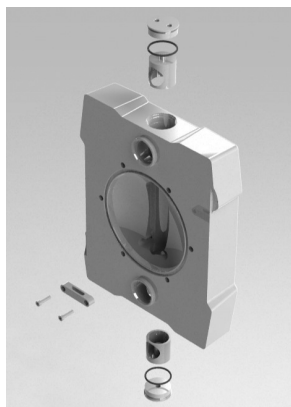

Abbildung 21
Setzen Sie die Ventilkugel (11) bzw. das Flaschenventil (10) auf den Ventilsitz (12). Schieben Sie den Sitz auf der Druckseite bis zum Anschlag in die Seitenabdeckung (02-03). Schieben Sie den Abstandhalter (13) in die Seitenabdeckung, sodass die seitliche Bohrung an der Bohrung in der Seitenabdeckung ausgerichtet ist (siehe Abb. 21).